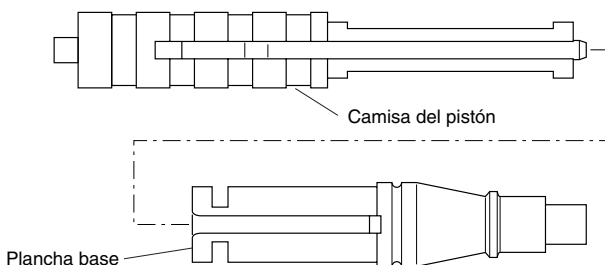

Figura 3 - Separación de la plancha base de la camisa del pistón
5. Separe la plancha base de la camisa del pistón (vea la Figura 3).